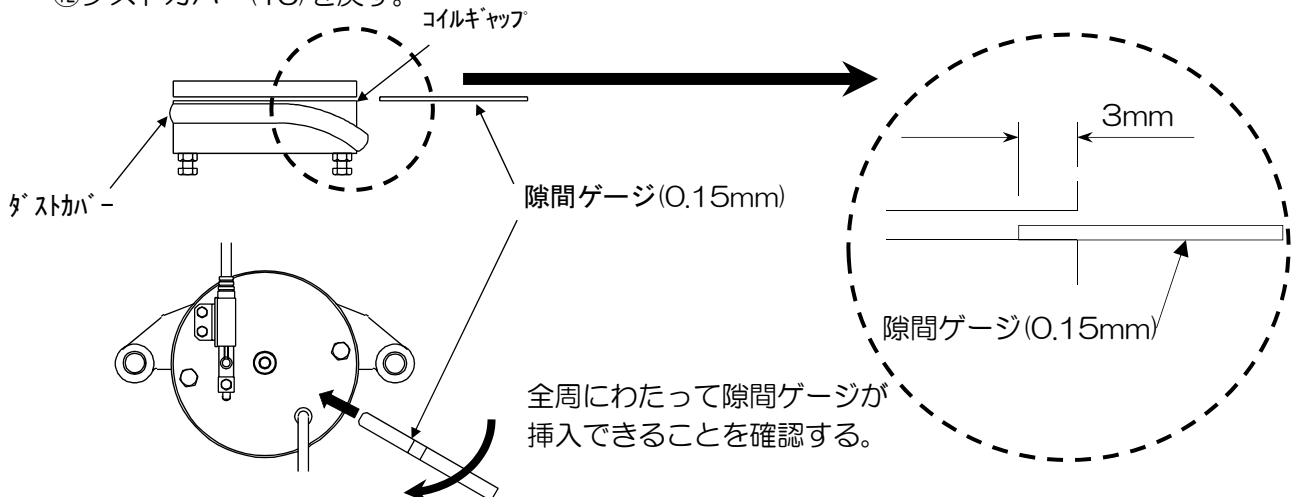

図4 コイルギャップの確認(全周)
⑨ダストカバー(15)をずらす。
⑩0.15mmの隙間ゲージをコイルギャップ(アーマチュア(1)とフィールド(2)の間)に挿入し、全周にわたって3mm以上隙間ゲージが挿入できることを確認する。(図4参照)
⑪全周に0.15mmの隙間ゲージが挿入できなかった場合は、当社に連絡願います。
⑫ダストカバー(15)を戻す。